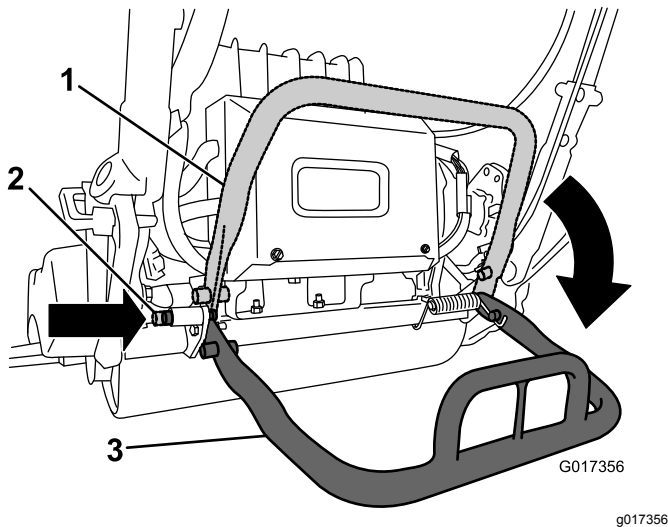

图6
2. 放下支撑架并推入锁定销将支撑架锁定在维修位置 图6。机器可以停放在在锁定的支架上。